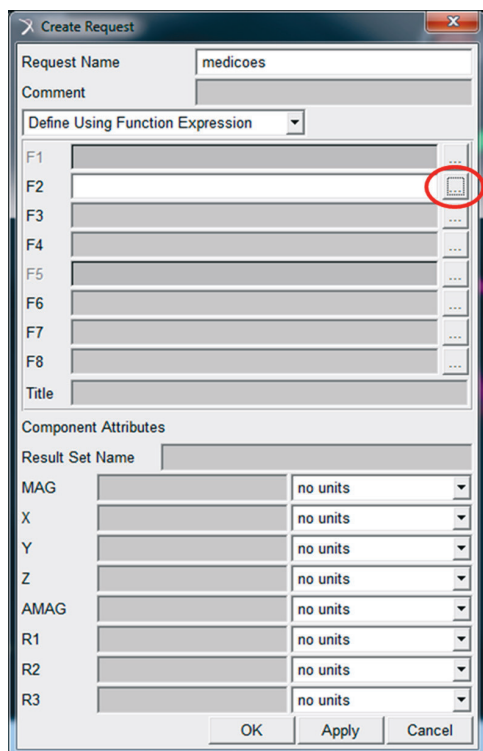

Figura 4.130 – Definindo propriedades do Request.
- A janela *Create Request* será aberta, conforme ilustra a Figura 4.130. O nome do *Request* deve ser definido no primeiro campo. Para especificar o tipo de sensor (deslocamento, velocidade e aceleração, entre outros), clique no ícone , no campo disponível em branco. No caso da Figura 4.130 esse campo corresponde ao indicado por F2.